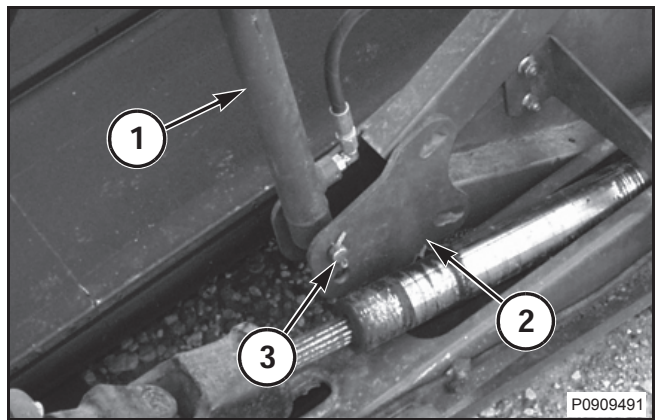

FIG. 7
FIG. 7: Levante el brazo de levante del molinete hasta que el hueco en la base del cilindro de levante (1) quede alineado con el hueco superior, en el panel de la extremidad (2).